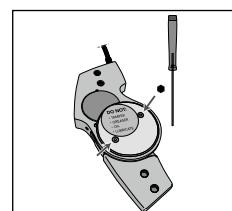

Fig. 4
2. Utilice el destornillador Allen suministrado para aflojar los dos tornillos de la placa de cubierta medial (de acero inoxidable) y retirela (**véase la fig. 4**).